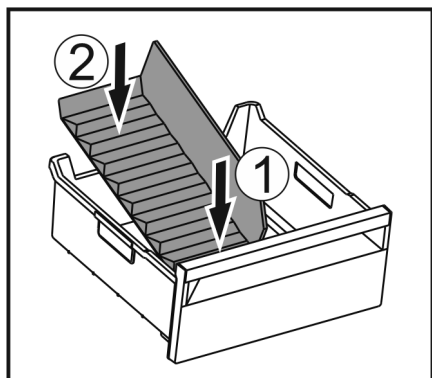

Fig. 147
- ▶ Установите переднюю часть разделителя отделения для льда. Fig. 147 (1)
- ▶ Опустите заднюю часть разделителя отделения для льда на дно выдвижного ящика. Fig. 147 (2)